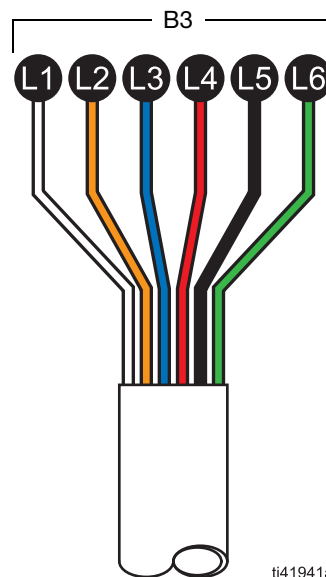

FIG. 6: I/O-kabel løse kabler
- B3 I/O-kabel løse ledninger, *ikke vist, se FIG. 6*